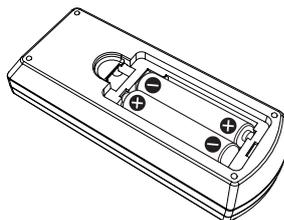

Fig. 2
- 2) **Inserire le batterie e chiudere il coperchio (Inserire prima il lato \ominus) (Fig. 2).**